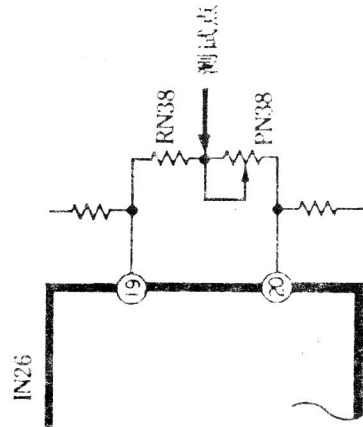

图8
(3) 调频(FM)频偏的调试
- 测试点: RN38和PN38之间(见图8)